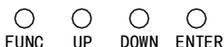

Fig.7
- Premere il tasto FUNC fino a quando sul display non appare [AUL] (fig.7).